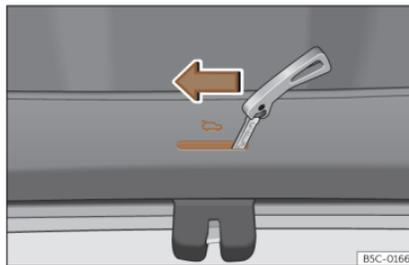

Fig. 68 Detalle del maletero: desbloqueo de emergencia.
- Introduzca el espadín de la llave en la ranura y desplace la llave en el sentido de la flecha hasta que la cerradura se desbloquee »» **fig. 68**.